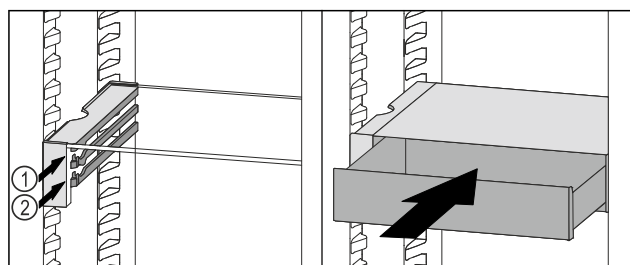

Fig. 93
- ▶ Установите выдвижной ящик VarioSafe за стопоры на требуемый выступ Fig. 93 (1) или Fig. 93 (2).